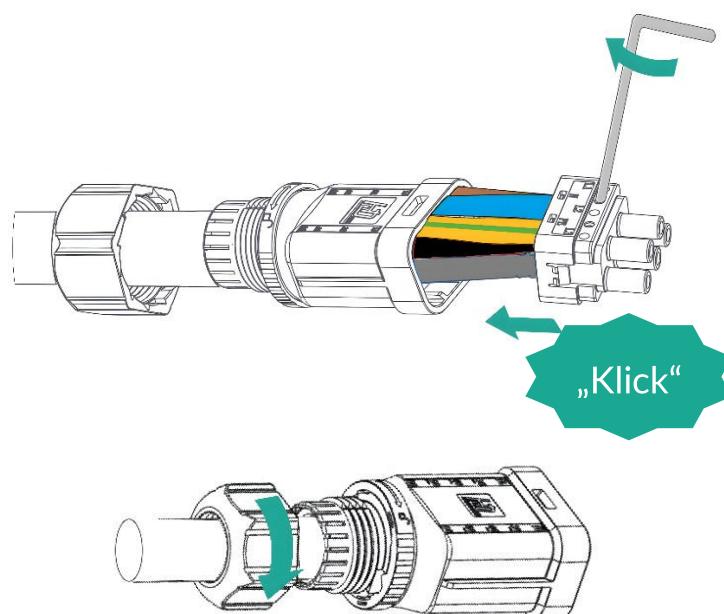

Abbildung 23: Zusammenbau AC-Stecker
- Überwurfmutter und Steckergehäuse auf das Kabel fädeln (Abbildung 23)